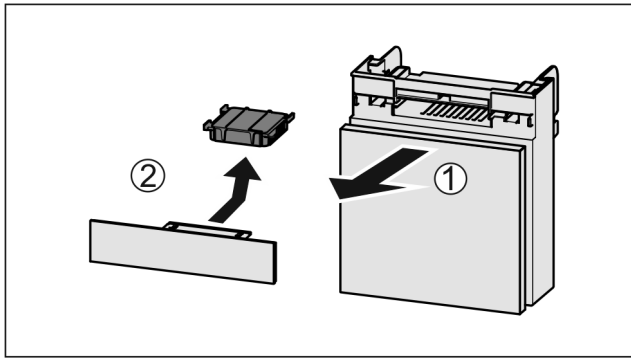

Fig. 134
- ▶ Estrarre il vano tirando in avanti Fig. 134 (1).
- ▶ Rimuovere il filtro a carboni attivi Fig. 134 (2).